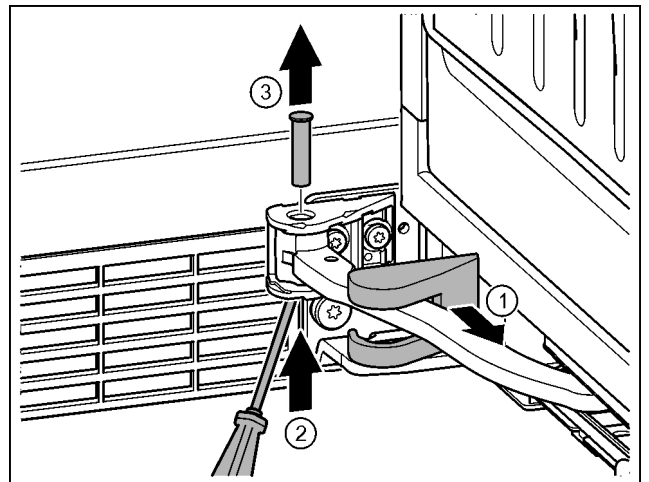

Fig. 15
- ▶ Retire la cubierta del soporte de cojinete y desplácela a lo largo de la articulación. Fig. 15 (1)
- ▶ Levante el perno desde abajo con el dedo o un destornillador. Fig. 15 (2)
- ▶ Desplácelo con un destornillador por debajo de la cabeza del perno y extraígalo. Fig. 15 (3)